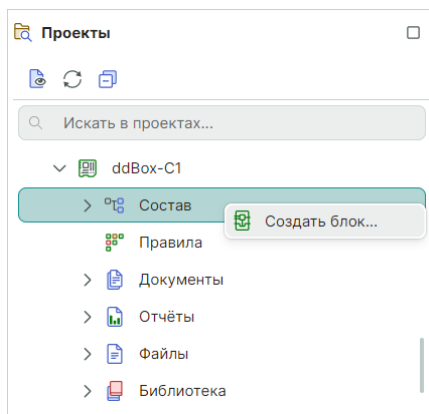

Рис. 249 Выбор активного проекта и создание блока
1. Выберите проект на панели «Проекты» и перейдите к узлу «Состав» см. Рис. 249.
2. Вызовите контекстное меню для узла «Состав» и выберите пункт «Создать блок...», см. Рис. 249.